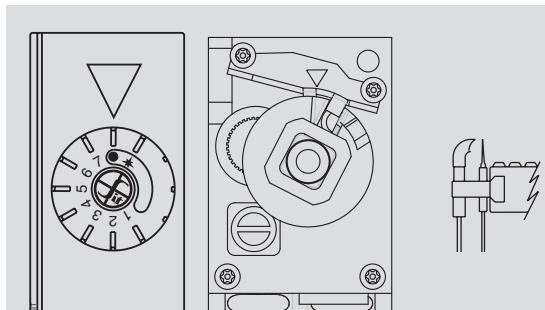
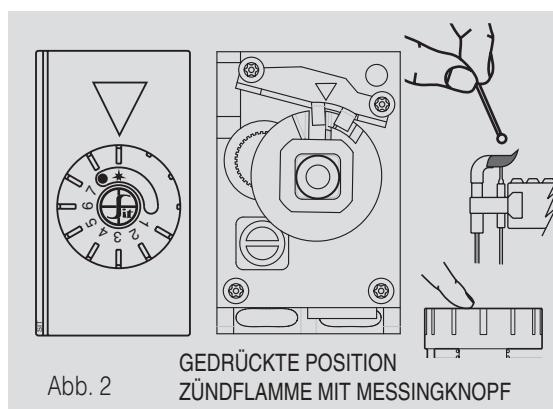
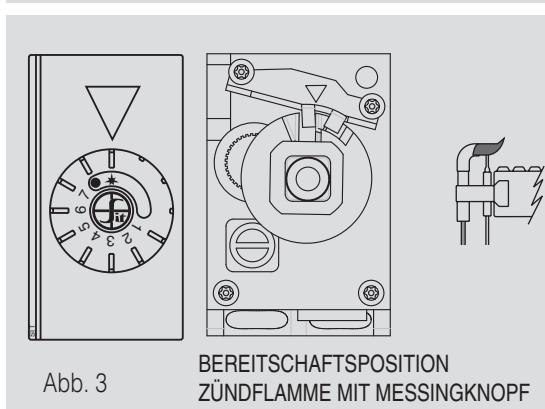

Abb. 1
Abb. 2
Abb. 3
Von der Position AUS ● (Abb. 1) den Knopf drücken und gleichzeitig bis zum Anschlag in Zündposition ⚡ (Abb. 2) drehen. Den Knopf ganz eindrücken und somit die Pilotflamme zünden (Abb. 2). Den Knopf einige Sekunden lang gedrückt halten. Den Knopf loslassen und überprüfen, ob die Zündflamme brennt (Abb. 3). Sollte sie erloschen, den Zündvorgang wiederholen.
Für die Funktion bei geschlossenem Hauptbrenner und eingeschalteter Zündflamme den Knopf von der eingestellten Temperatur auf die Position Pilotflamme ⚡ (Abb. 3) drehen.
Den Knopf auf AUS ● drehen, bis das Ausrastgeräusch hörbar ist (Abb. 1).
**ACHTUNG:** in der Version mit Messingknopf muss der Hersteller des Gasgeräts die einwandfreie Ausrichtung der gemäß EN 1106:2001 § 6.4.1 definierten Symbole auf dem installierten Knopf gewährleisten (siehe Abb. 1, 2, 4 und 5). Diese Symbole müssen EN 13611: 2000 § 7.8.6 entsprechen.